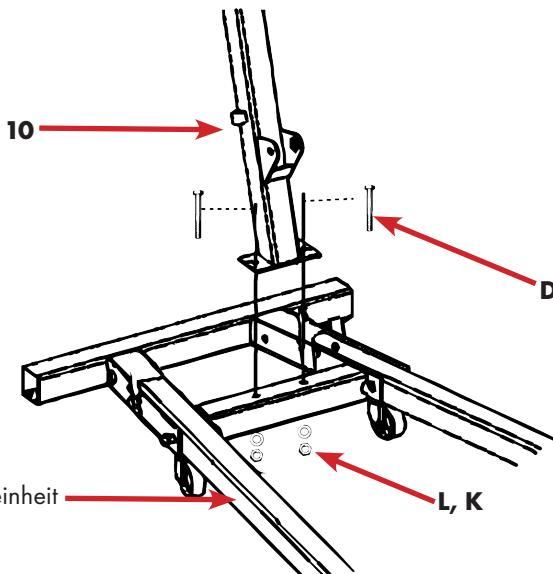

Abb.11
- Verwenden Sie zwei der M14x100 Bolzen mit Unterlegscheiben und Muttern, siehe Abb.11.
Legende Abbildung 11 (siehe auch ab Seite 15, Abbildung 2 und Tabelle 1)